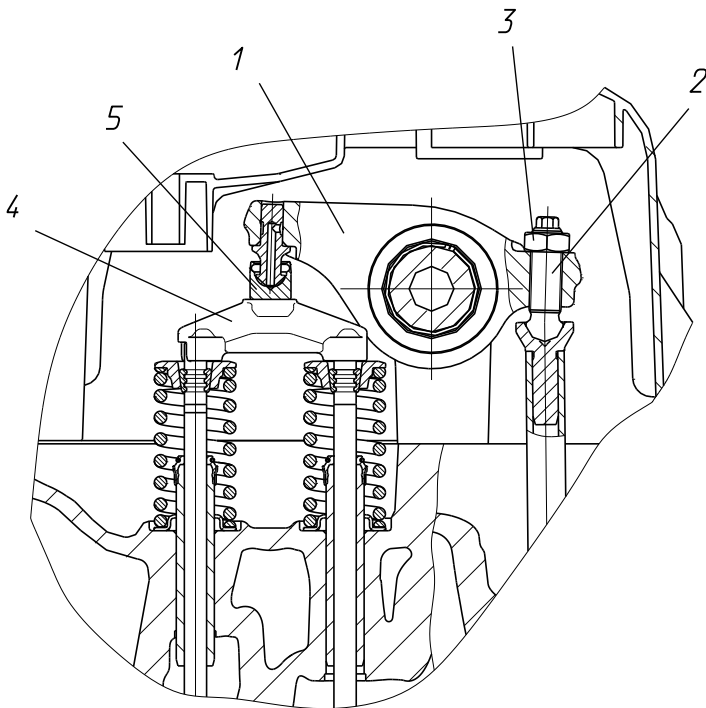

Рисунок 48 – Регулировка клапанного механизма:
10. Для регулировки зазора необходимо (см. рисунок 48):